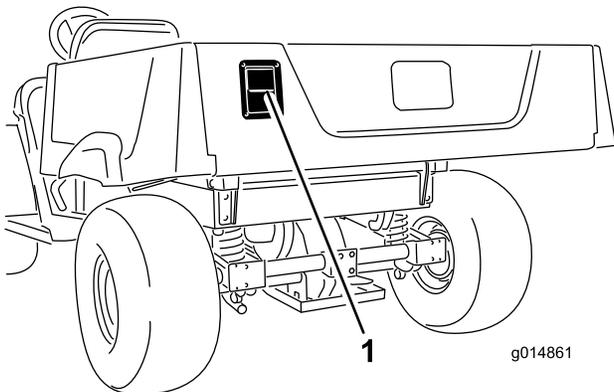

Figura 12
- Per aprire la sponda posteriore, tirate verso l'esterno e sollevate il dispositivo di chiusura, quindi abbassate delicatamente la sponda (Figura 12).